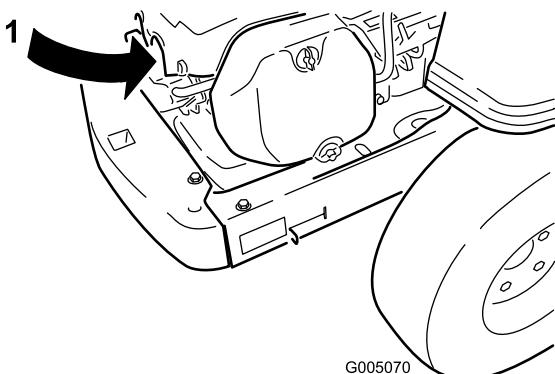

Figure 31
- Débranchez le fil de la bougie (Figure 31). Nettoyez la surface autour de la bougie pour éviter que des impuretés n'endommagent le moteur en tombant à l'intérieur.
- Reconnectez le fil à la bougie (Figure 31).